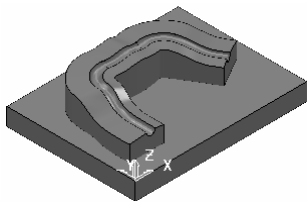

图 2-246 打开范例文件
2) 选择下拉菜单中的“文件”→“打开项目”命令,弹出“打开项目”对话框,选择“exercise22”(“随书光盘:\第2章\exercise22\uncompleted\exercise22”)文件,如图 2-246 所示。